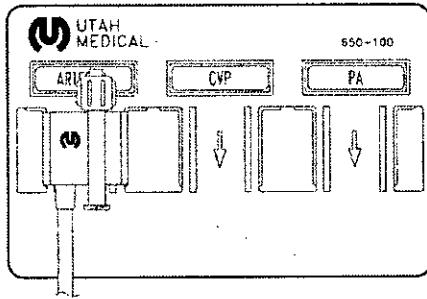

Figura 2
1. Insertar el transductor en el Organizador (cod catálogo 650-100, de 3 posiciones, o 650-105, de 4 posiciones). Ver figura 2.